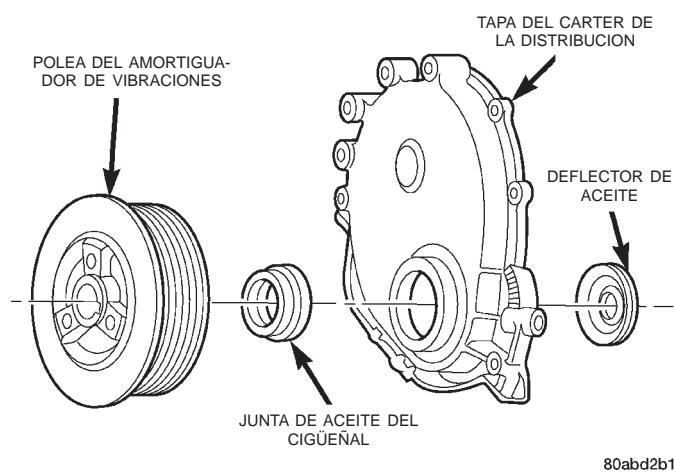

Fig. 41 Componentes de la tapa del cárter de la distribución
(1) Desconecte el cable negativo de la batería.
(2) Desconecte la correa de transmisión de accesorios (para informarse sobre el procedimiento adecuado, consulte el grupo 7, Sistema de refrigeración).
(3) Retire las ménsulas de transmisión de accesorios acopladas a la tapa del cárter de la distribución.
(4) Retire el conjunto de ventilador y maza y retire la cubierta del ventilador.
(5) Retire de la culata de cilindros del motor el compresor de aire acondicionado (si el vehículo lo tiene instalado) y el conjunto de la ménsula del generador y échelos a un lado.
(6) Retire el amortiguador de vibraciones (Fig. 41).
(7) Retire los pernos que unen el colector de aceite a la tapa del cárter de la distribución y los pernos que unen la tapa del cárter de distribución al bloque de cilindros.
(8) Retire del motor la tapa del cárter de la distribución y la junta.
(9) Con ayuda de una palanca, separe la junta de aceite del frente de la tapa del cárter de la distribución (Fig. 41).